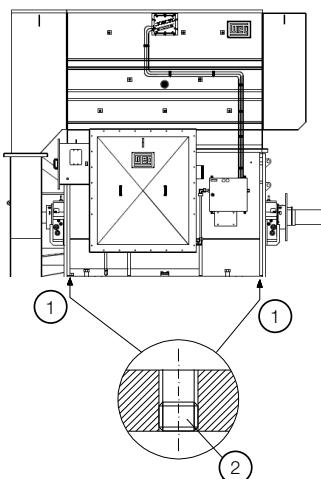

Рисунок 3.2. Дренаж двигателя
**Условные обозначения на Рисунок 3.2**